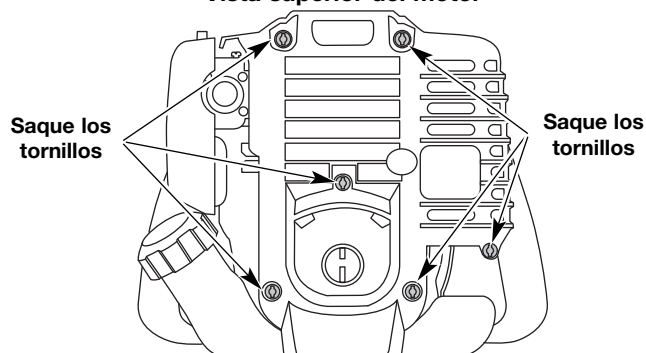

Fig. 34
1. Quite los dos (6) Tornillos de encima de la tapa del motor con un destornillador de pala o Torx #25 (Fig. 34).
4. Saque la cubierta del motor (Fig. 34).
- Apague el motor y espere que se enfríe. Retire los seis (6) tornillos de la parte posterior de la tapa del motor con destornillador de cabeza plana o Torx No. T-25 (Fig. 34).